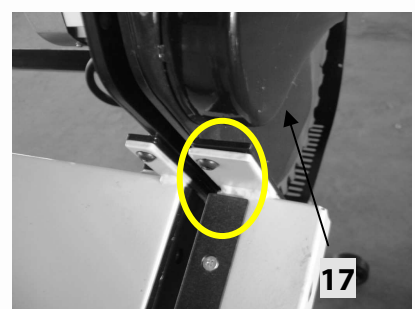

Fig 33
- Dévissez les 2 vis 6 pans creux M6x12 (Voir Fig 33) et ôtez la plaque de protection extérieure (17).